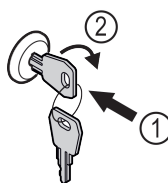

Fig. 182
- Schlüssel hineindrücken. Fig. 182 (1)
- Schlüssel um 90° im Uhrzeigersinn drehen. Fig. 182 (2)